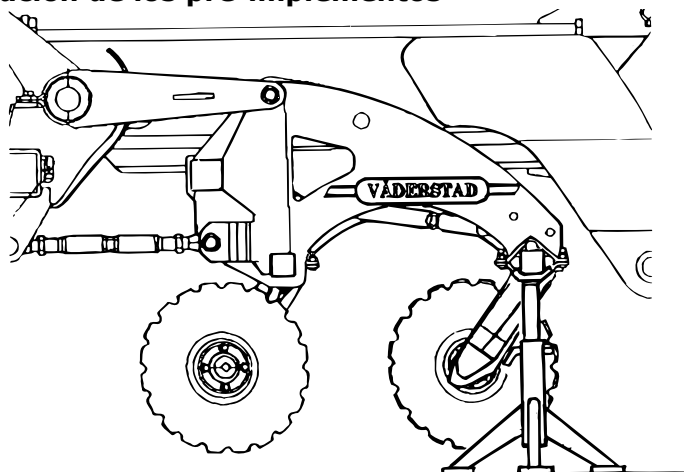

Figure 3.20
- ! Si se va a hacer cualquier trabajo en los pre-implementos (por ejemplo, cambio de discos), hay que asegurar los implementos con caballetes o soportes similares sobre suelo firme. Ver "Figure 3.20"